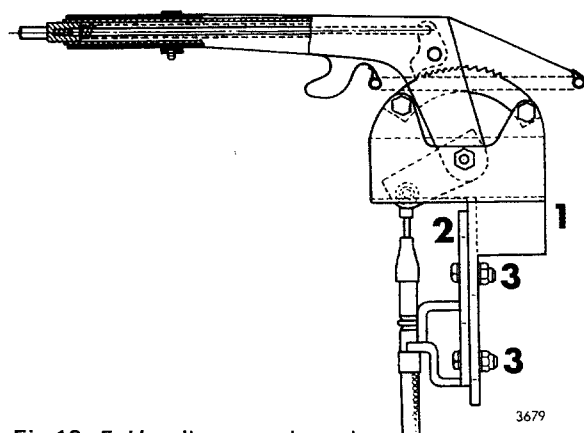

Fig 12—5. Handbromsspak med justeranordning
1. Lossa muttrarna 3 fig 12—5 som håller bromskabelns infästningskonsol.